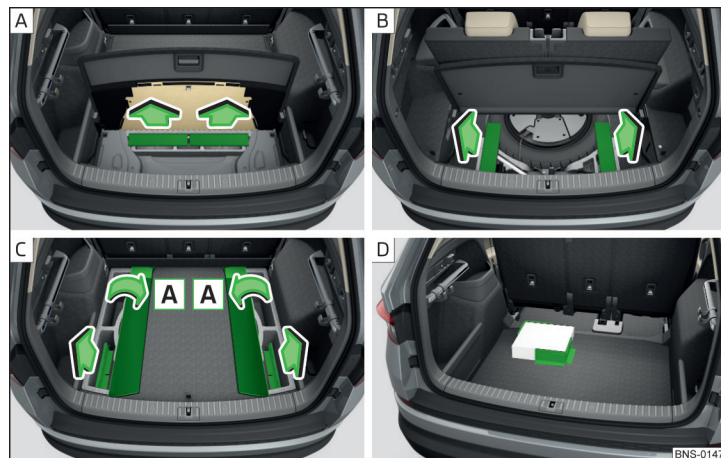

Abb. 136 Abnehmen: Variante 1 / Variante 2 / Variante 3 / Befestigungsbeispiel der Ladung
- Vor dem Gebrauch die Cargo-Elemente in Richtung der Pfeile herausnehmen » **Abb. 136 - A, B, C**.
- Um die Cargo-Elemente bei der Variante 3 zu erreichen, zuerst die Seitenteile des Bodenbelags in Richtung der Pfeile **A** umklappen » **Abb. 136 - C**.
- Die Ladung mittels der Cargo-Elemente möglichst in der Nähe der Rücksitze befestigen » **Abb. 136 - D**.